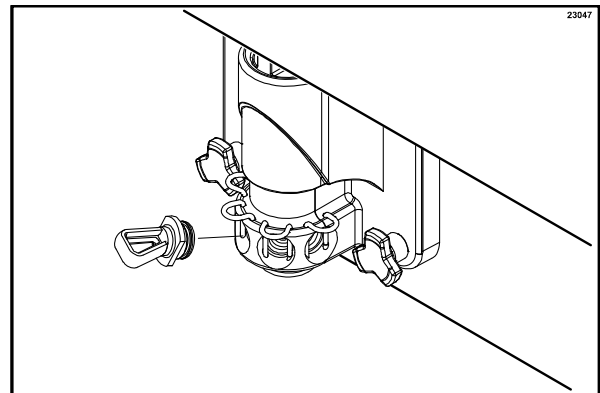

Figura 156
2. Instale os tampões dos orifícios de xarope nos orifícios da porta da máquina. (Veja a Figura 156.)